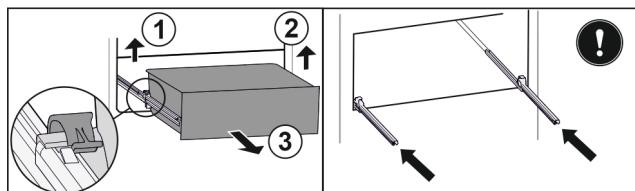

Fig. 161
- ▶ 提起左侧夹子，同时将抽屉左侧向前拉。Fig. 161 (1)
- ▶ 提起右侧夹子，同时将抽屉右侧向前拉。Fig. 161 (2)
- ▶ 朝前取出抽屉。Fig. 161 (3)